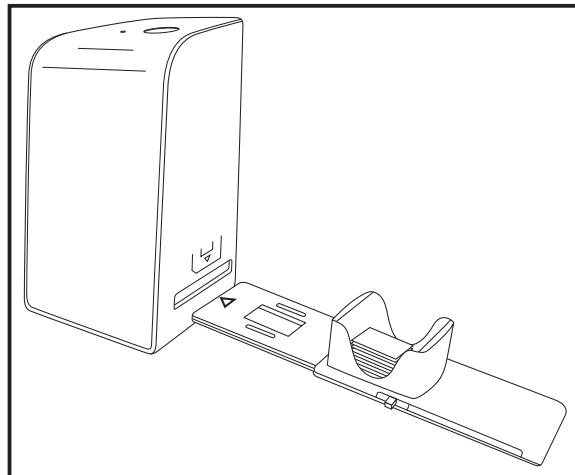

Figura 2
- ◆ Introduza primeiro o carregador de diapositivos 6 com a janela de visualização na abertura direita 4. Ao fazê-lo, verifique se a marcação triangular está virada para a frente e visível (ver figura 2).